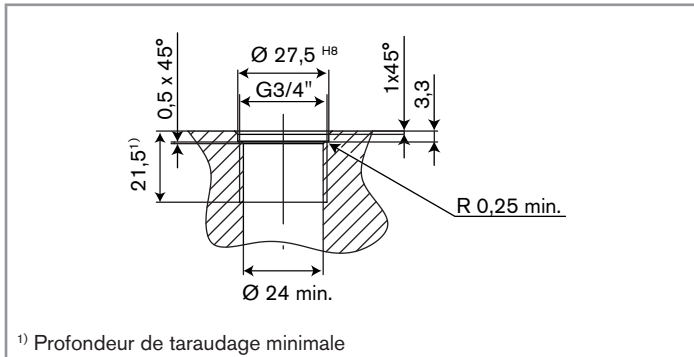

Fig. 11 : Plan de taraudage de l'adaptateur [mm]
- Installer l'appareil sur le tuyau ou la paroi d'une cuve par l'intermédiaire d'un adaptateur respectant le plan de taraudage de la Fig. 11.